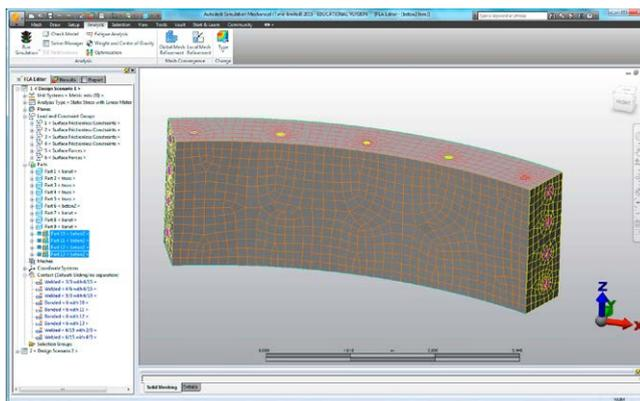

Рис. 9. КЭ-сетка исходного исследуемого объекта
8. Для первых расчетов была выбрана сетка по умолчанию, и глобальное сгущение до 30%. Общий вид КЭ-сетки показан на рис. 9. В дереве задачи можно увидеть объемные детали и ряд деталей, разбитых на пластинчато-оболочечные элементы (выбраны в дереве).